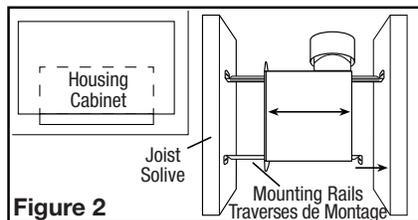
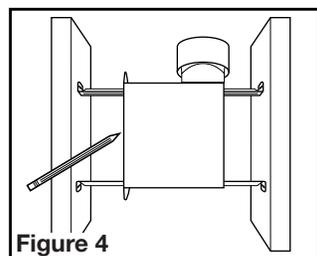

Figure 2
Figure 4
- Mounting Rail Installation:** Install the rails on the housing and position the housing next to the joist. Using the gauge on the fan's housing, line up housing so that it will be flush with the finished ceiling. Secure the ends of the rails with screws or nails (not included) to the joists and slide the housing into the final position (**Figure 2**).
- Mounting Rail Installation:** Set housing in position between the joist and trace an outline onto the ceiling material (**Figure 4**). Set housing aside and cut opening, being careful not to cut or damage any electrical or other hidden utilities. Install the rails on the housing and position the housing in the previously cut hole so that it is flush with the finished ceiling. Secure the ends of the rails to the joists (**Figure 2**).
- Installation des Traverses de Montage :** installer les traverses sur le châssis et positionner le châssis près de la solive. En utilisant le guide sur le châssis du ventilateur, aligner le châssis pour qu'il soit à effleurement avec le plafond fini. Fixer les extrémités des traverses avec des clous ou des vis (non-comprises) aux solives et glisser le châssis à sa position finale (**Figure 2**).
- Installation des Traverses de Montage :** placer le châssis en position entre les solives et tracer un contour sur le matériau du plafond (**Figure 4**). Mettre le châssis de côté et découper l'ouverture, en prenant soin de ne pas couper ou endommager des câbles électriques dissimulés ou autres utilités. Installer les traverses sur le châssis et positionner le châssis dans le trou percé précédemment afin qu'il soit à effleurement avec le plafond fini. Fixer les extrémités des traverses aux solives (**Figure 2**).